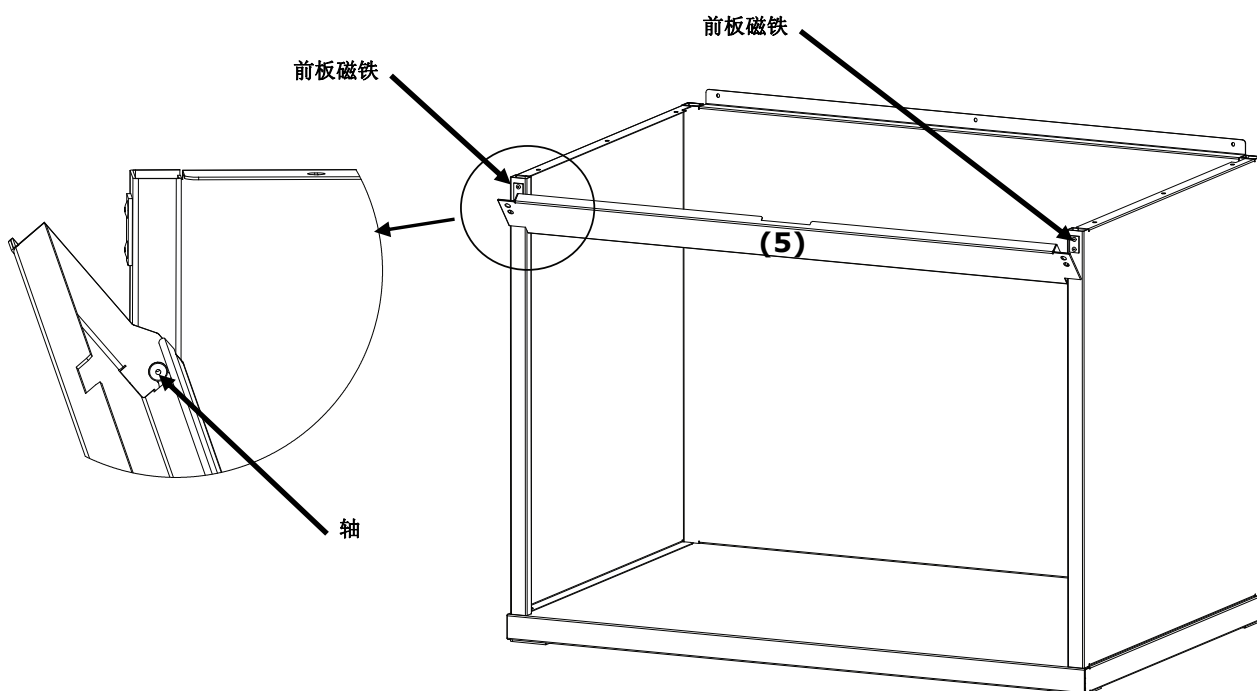

图 5。前板组装
7. 将前板 (5) 的轴插槽滑入位于两块侧板的轴上。
8. 向上转动前板，使其朝向本设备，直到磁铁接触到前板。请参见图 5。